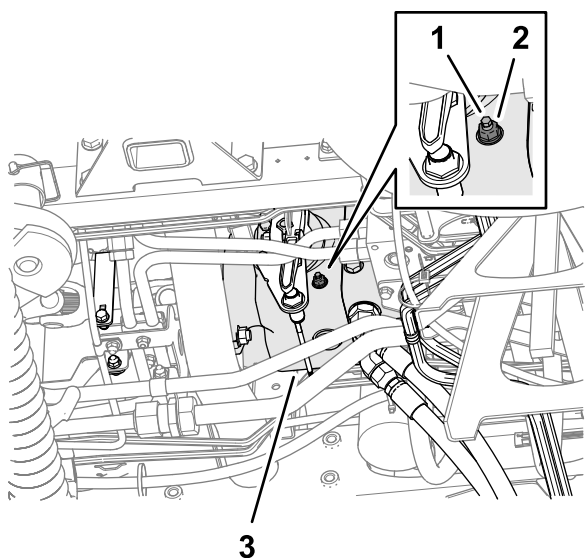

Рисунок 100
3. С нижней части машины и с правой стороны тягового насоса ослабьте контргайку, которая крепит винт регулировки возврата в нейтральное положение (Рисунок 100).